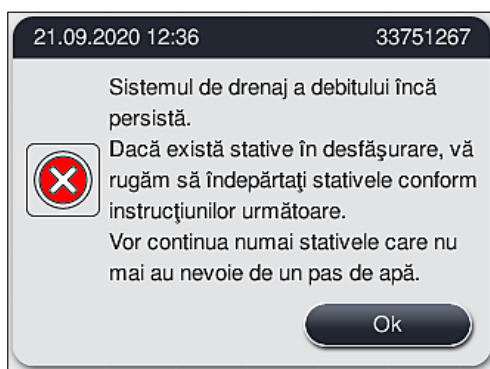

Fig. 125
3. Dacă blocajul nu poate fi îndepărtat în ciuda măsurilor de curățare, stațiile de apă sunt dezactivate din cauza nivelului critic de apă persistent. Stațiile de apă sunt afișate ca fiind defecte pe ecran. Pentru a anula unul sau mai multe programe, apăsați (→ "Fig. 123-2") sau (→ "Fig. 124-2") pentru a porni procesul de anulare controlat. Programele care nu necesită o etapă de apă sunt continuate până la sfârșitul procesului de colorare. Orice rack-uri rămase care necesită cel puțin o etapă de apă trebuie anulate și scoase din instrument. Confirmați următorul mesaj (→ "Fig. 125") apăsând **Ok**.